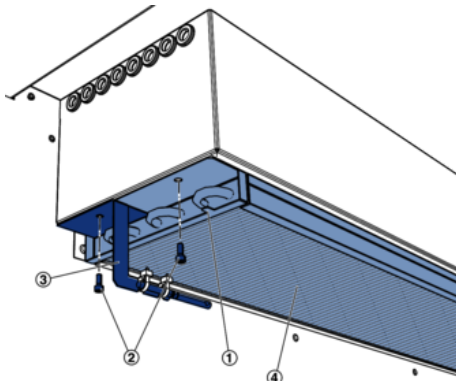

Abb. 89: Wärmeübertrager demontieren
5. ▶ Kabel am Schutzleiteranschluss (Abb. 89/1) des Wärmeübertragers lösen.
6. ▶ Die Halterung des Wärmeübertragers durch Lösen der beiden Schrauben (Abb. 89/2) demontieren, Halter (Abb. 89/3) des Temperatursensors seitlich hängen lassen. Den Wärmeübertrager (Abb. 89/4) nach unten aus dem Gerät herausnehmen.